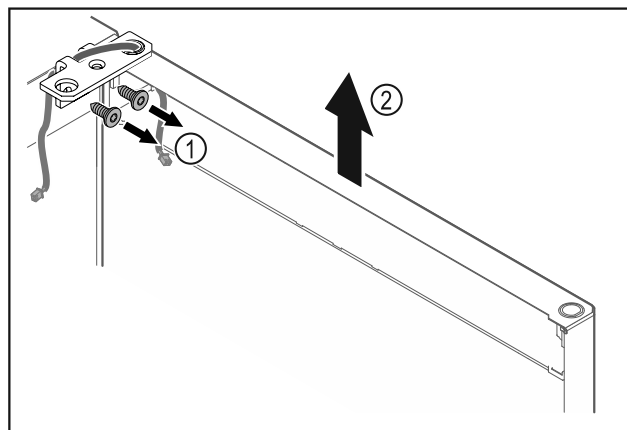

Fig. 16
- ▶ Odvrnite kutne šarke Fig. 16 (1).
- ▶ Dignite vrata s kutnim šarkama Fig. 16 (2) cca 200 mm ravno prema gore i skinite ih.